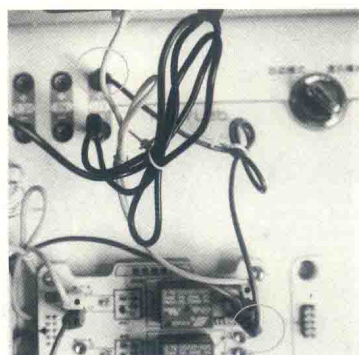
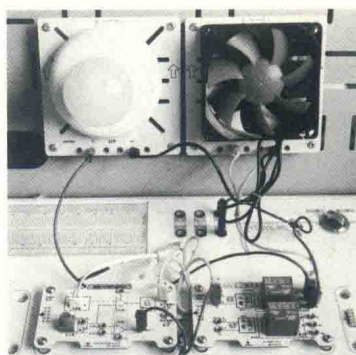

图1-7 继电器模块与12V电源正极连接图
图1-8 温控场景搭建效果
6) 使用一条蓝色连接线将继电器模块的J8接口与12V电源的正极相连接，如图1-7所示。连接完成后的效果如图1-8所示，此时可启动实验平台的电源，并开始工作。